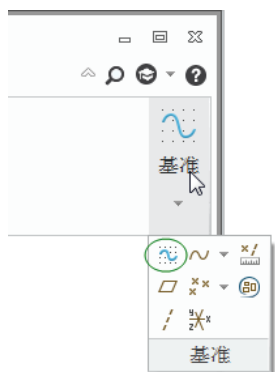
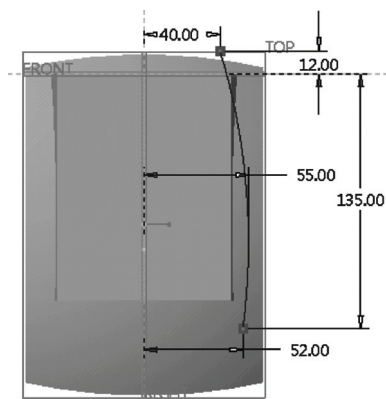

图 12-79 打开“基准”工具列表
图 12-80 绘制一条圆弧
3) 在“扫描”选项卡的右侧区域选择“基准”命令以打开“基准”工具列表, 如图 12-79 所示。接着从该“基准”工具列表中单击 (草绘) 按钮, 弹出“草绘”对话框, 选择 TOP 基准平面作为草绘平面, 默认以 RIGHT 基准平面为“右”方向参考, 单击“草绘”按钮, 进入草绘器中。绘制图 12-80 所示的圆弧 (该圆弧将作为扫描特征的轨迹线), 单击 (确定) 按钮。